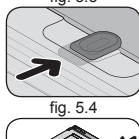

fig. 5.4
5. Volte a trava na posição inicial e certifique-se que o vidro está travado (fig. 5.4).